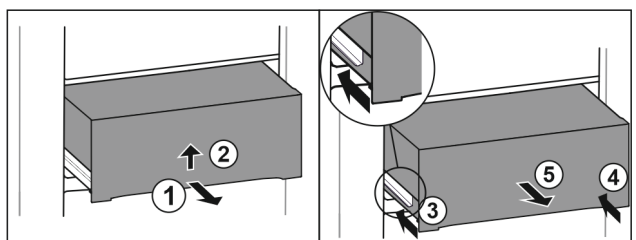

Fig. 40
- ▶ Extrageți pe jumătate sertarul. Fig. 40 (1)
- ▶ Ridicați sertarul de partea inferioară. Fig. 40 (2)
- ▶ Inșerați șina din stânga. Fig. 40 (3)
- ▶ Inșerați șina din dreapta. Fig. 40 (4)
- ▶ Extrageți sertarul spre înainte. Fig. 40 (5)